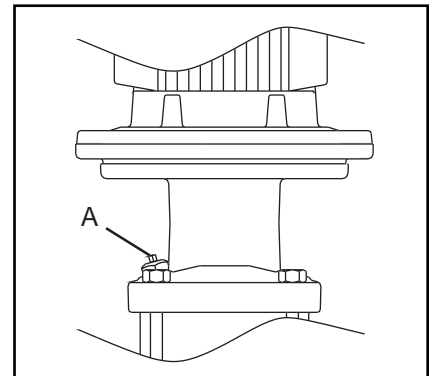

Fig. 14
3. Die Ablassschraube (A, Abb. 14) ein bis zwei Umdrehungen los-schrauben, bis Wasser und Luft ausströmt.